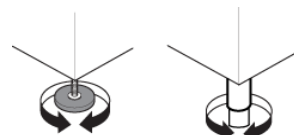

Fig. 4
- 1- Positionner et mettre la machine à niveau à l'aide des pied à vis en dotation. (Fig.4)